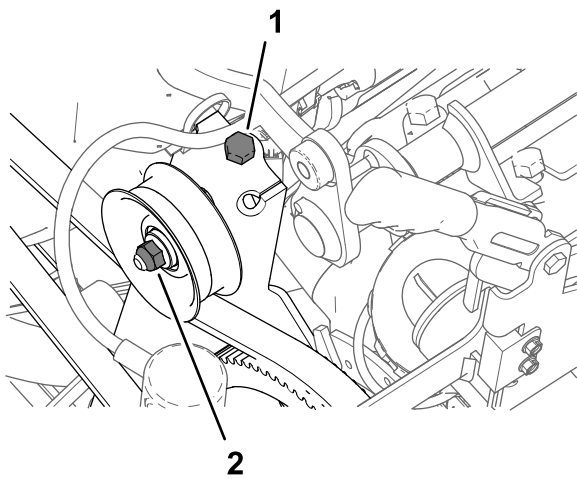

Figura 177
- Afloje la tuerca del eje la polea tensora (Figura 177).
2. Gire el perno tensor de la correa para eliminar la tensión de la correa de la bomba de fumigación (Figura 177).